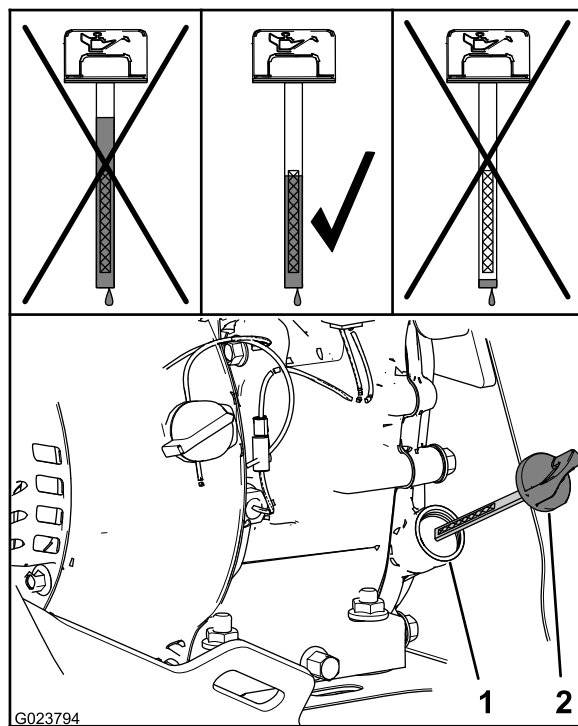

Figura 28
2. Rimuovete l'asta e controllate il livello dell'olio (Figura 28).
Nota: Il livello dell'olio deve essere nella parte superiore dell'indicatore sull'asta di livello (Figura 28).
- A. Versate l'olio specificato nel collo del bocchettone (Figura 28).